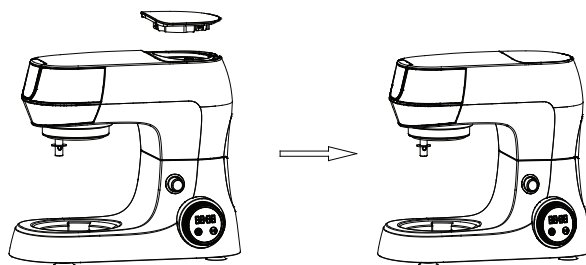

Рисунок 2
3. Закройте гнездо для блендера (15) защитной крышкой (14) (см. рис. 2).